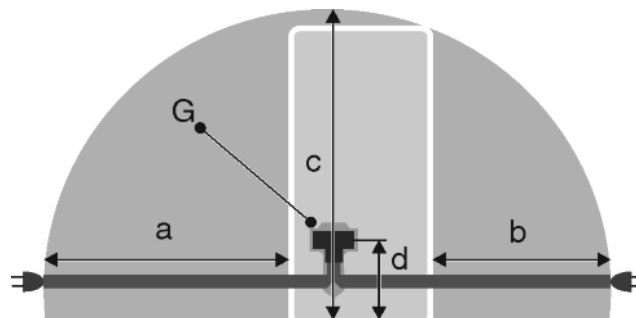

Fig. 22
- A konnektor a készülék hátoldali területén kívül helyezkedik el a megadott tartományban. Fig. 22 (a, b, c)
- ▶ Dugja be a csatlakozót Fig. 22 (G) a készülék hátoldalába. Figyeljen a megfelelő bekattanásra.